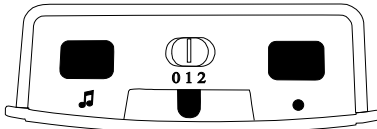

Abbildung 6: »signalux« Oberseite
Mit Hilfe des Signalwahl-Schiebeschalters (in Abb.6 „0 1 2“) können Sie die Art der Signalisierung wählen. Bitte beachten Sie, dass die Symbole immer durch farbige Leuchtdioden angezeigt werden.
- a) Halten Sie die Taste »●« (Abb. 6) lange gedrückt. Die Symbole leuchten nacheinander auf. Lassen Sie die Taste los, sobald das gewünschte Symbol aufleuchtet.
- c) Halten Sie den Melodie-Wahltaster »♪« (Abb. 6) 2 Sekunden lang gedrückt. Lassen Sie den Taster los und drücken Sie nun erneut den Melodie-Wahltaster so oft, bis Sie die gewünschte Tonfolge gefunden haben (15 Tonfolgen stehen zur Auswahl).
- b) Drücken Sie nun gleichzeitig die Taste »●« und den Melodie-Wahltaster »♪« (beide Abb. 6), bis alle Symbole gleichzeitig kurz aufblincken.